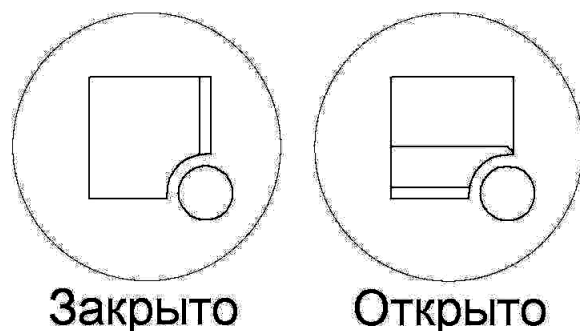

Рис.6. Положения фиксаторов защитной решетки вентилятора
5.5. Перед включением изделия необходимо убедиться, что защитная решетка 6 (рис.1) находится на месте и зафиксирована рис.6.